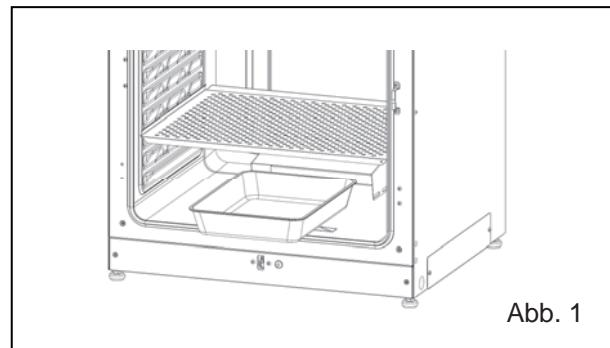

Abb. 1
1. Ziehen Sie die Befeuchtungswanne heraus (Abb. 1).